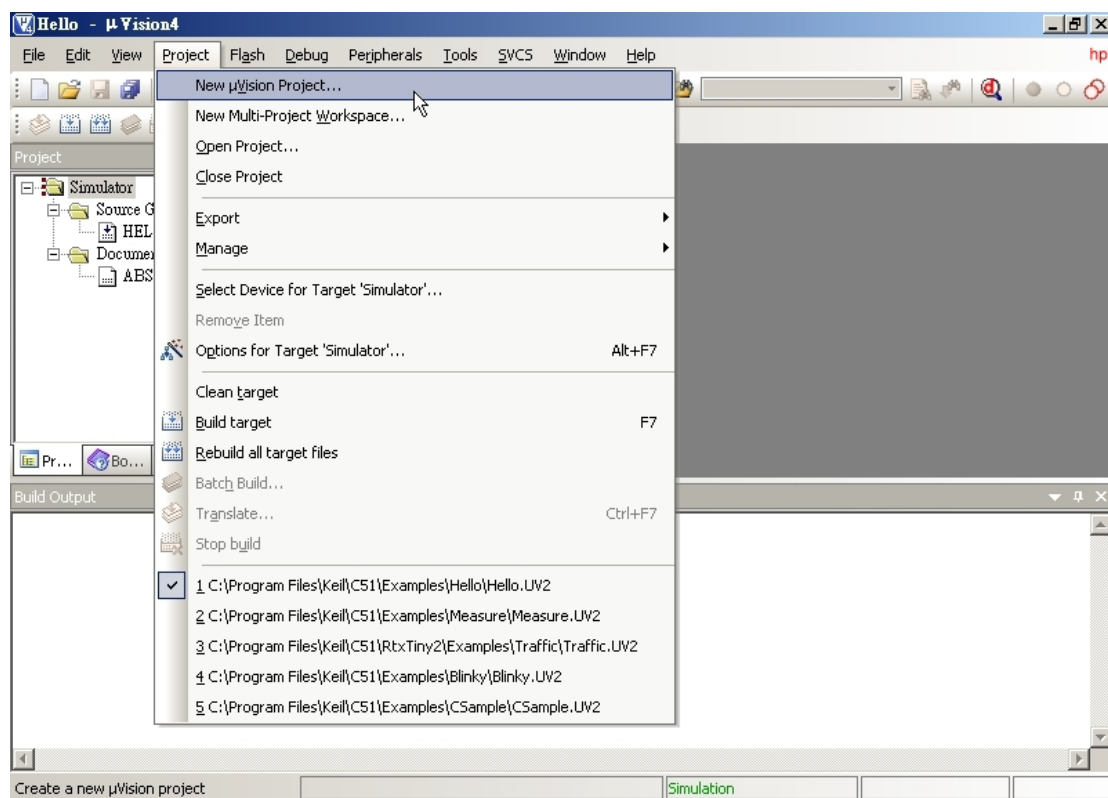
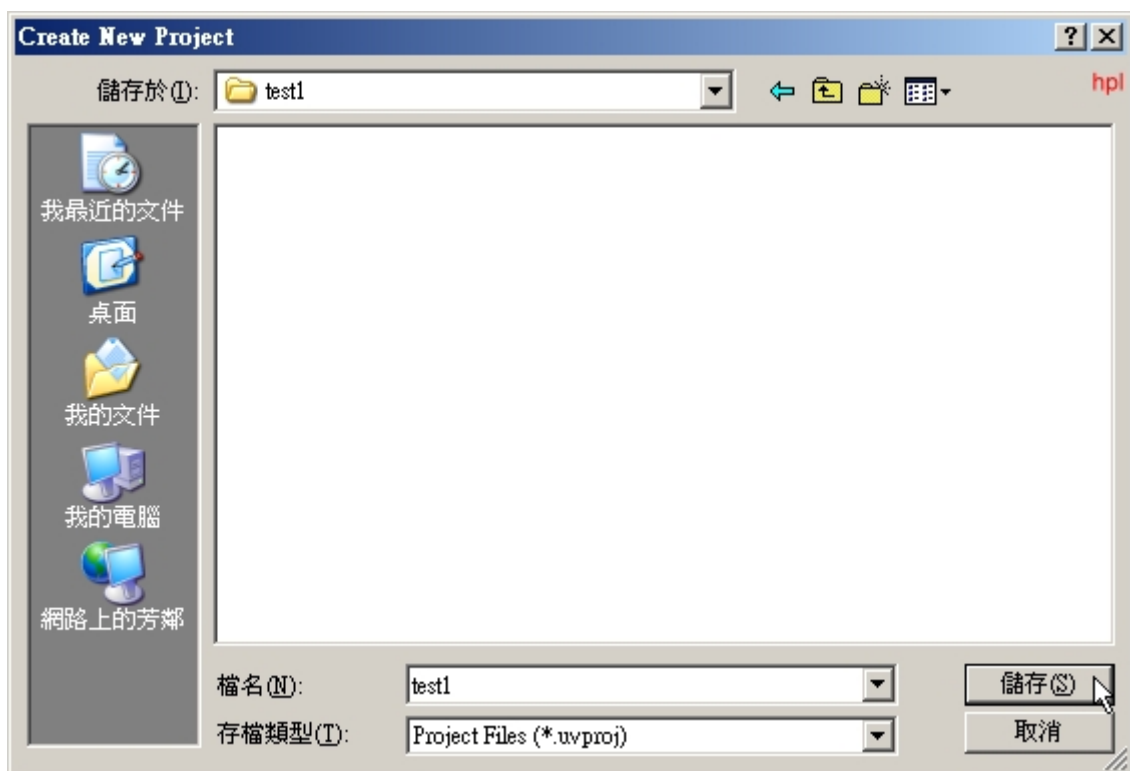

图 1-3 New μ Vision Project 选单
图 1-4 New μ Vision Project
(1) 点击 Project(专案)选单，选择弹出的下拉式选单中的 “New μ Vision Project...” ，如图 1-3。接着弹出一个标准 Windows 档案对话窗口，如图 1-4。在 “储存于” 中选择您要存放的资料夹，一个项目最好存在一个资料夹内，若此资料夹不存在，请先建立它，或按 “建立新资料夹” 按钮以建立新资料夹。在 “档名” 中输入您的第一个项目名称，这裡我们用 “test1” 。“存档类型” 为 uvproj，这是 Keil μ Vision4 项目档案预设的扩展名，以后只要直接点击此项目文件，即可打开此项目。